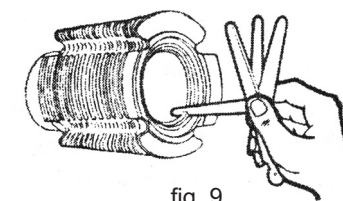

fig. 9
4.3. Coloque cada anel no pistão e verifique a folga dos anéis no canal. Troque o anel do pistão se sua folga estiver além do limite máximo. (fig. 9)